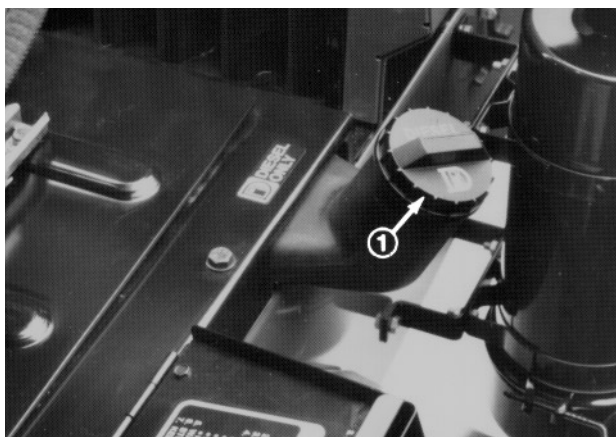

Fig. 6
2. Togliere il tappo del serbatoio del carburante (Fig. 6) e riempire il serbatoio di 34 litri con gasolio fino a 25 mm dall'alto. Riempito il serbatoio, montare il tappo e stringere a fondo.